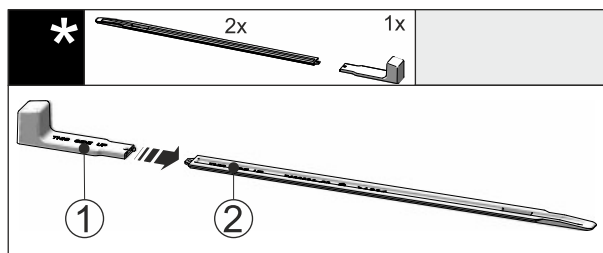

Fig. 42
- Inserire l'impugnatura di montaggio Fig. 42 (1) sulla guida di livellamento Fig. 42 (2).